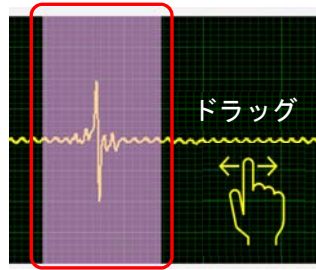

図 3.4 対比試験片のデータ選択
- i) 図 3.4 は、対比試験片のデータ選択例を示したものである。